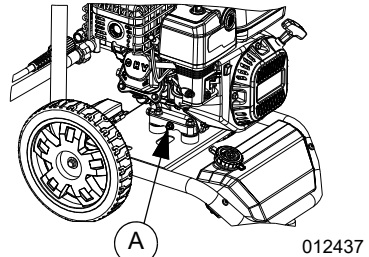

Figure 4-7. Bouchon de vidange d'huile
5. Voir Figure 4-7. Ouvrir le bouchon de vidange d'huile (A) et vidanger complètement l'huile dans un récipient adapté.